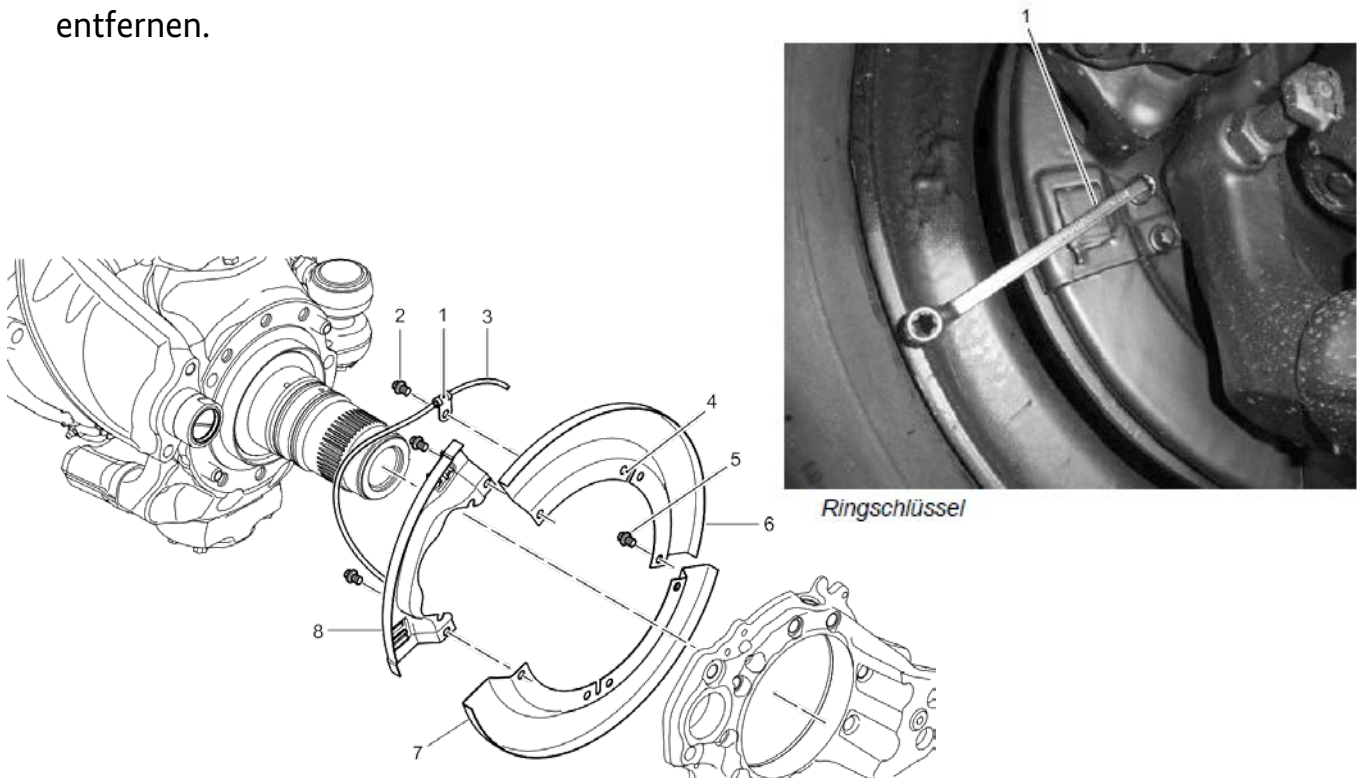

Abb. 1 Bremsankerplatten, VP-11
- Das beschriebene Verfahren gilt analog auch für die Bremsankerplatten. Alle Kabelbinder des Hüllrohrs Abb. 1 [3] der EBS-5-Anschlussleitung vom Lagerbock entfernen.
- Schraube [Abb. 1 \[2\]](#) herausschrauben und Kabelschelle [Abb. 1 \[1\]](#) von der EBS-5-Anschlussleitung abnehmen.
- Sieben Außensechsrundsrauben [Abb. 1 \[5\]](#) der Bremsankerplatte, oben [Abb. 1 \[6\]](#), Bremsankerplatte, unten [Abb. 1 \[7\]](#) und Bremsankerplatte, klein [Abb. 1 \[8\]](#) herausschrauben.
- Bremsankerplatte, unten [Abb. 1 \[7\]](#) und Bremsankerplatte, klein [Abb. 1 \[8\]](#) abnehmen.
- Bremsankerplatte, oben [Abb. 1 \[6\]](#) abnehmen, dabei Gummitülle mit Kabel des EBS-5-Sensors aus der Aussparung [Abb. 1 \[4\]](#) in der Bremsankerplatte, oben [Abb. 1 \[6\]](#) herausnehmen.